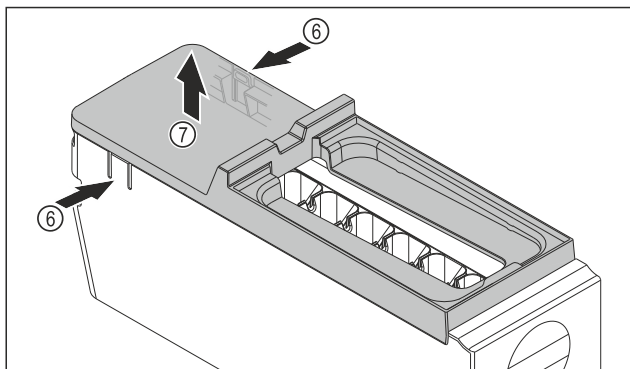

Fig. 145
- Afdekking van de EasyTwist-Ice-corpus wegnemen: Strips Fig. 145 (6) aan beide zijden van de EasyTwist-Ice-corpus met een hand indrukken.
- Afdekking Fig. 145 (7) met de andere hand van bovenaf wegnemen.